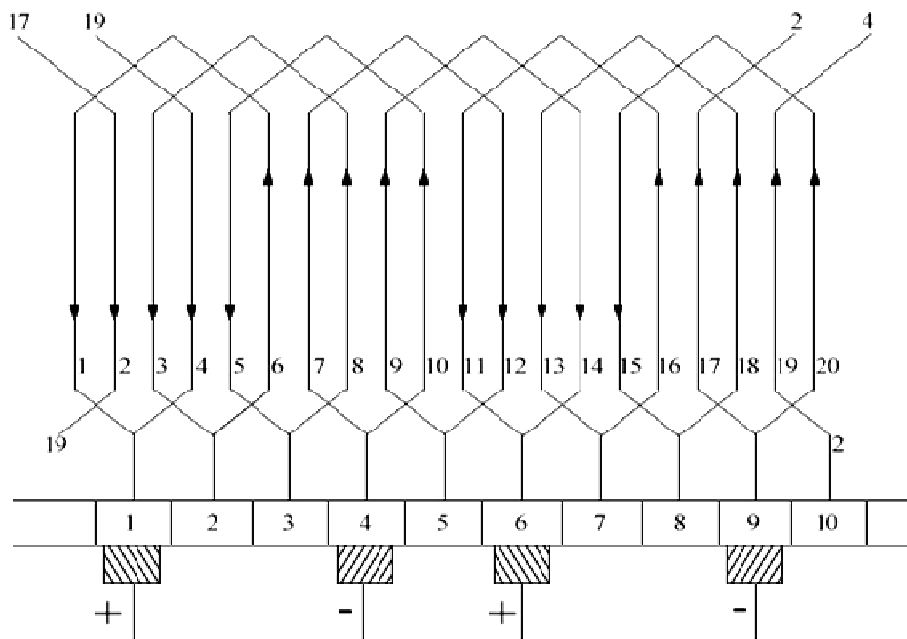

Figure 16. Schéma de bobinage avec balais
- Les faisceaux (1 et 4) connectés à la lame (1) sont traversés par des courants de même sens (descendants). Donc, on place à la lame 1 un charbon positif.
- De même, les faisceaux (7 et 10) connectés à la lame (4) sont traversés par des courants de même sens (montants), donc on place ici un balai négatif.
- D'une manière similaire, on place un deuxième balai positif à la lame 6 et un deuxième balai négatif à la lame 9. (figure 16)